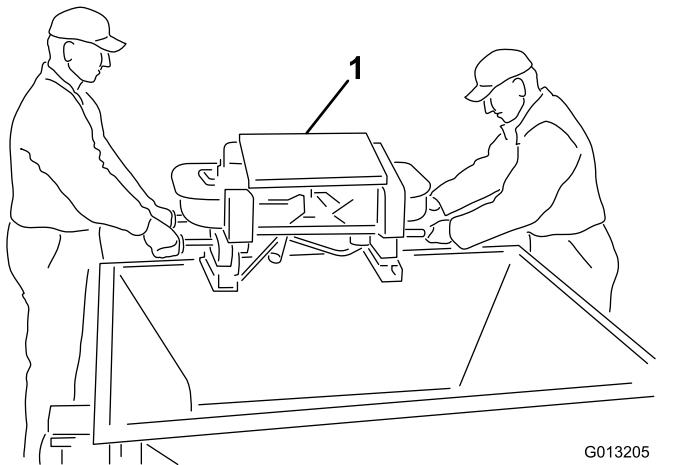

Рисунок 5
- Извлеките двухдисковый разбрасыватель из загрузочного бункера с помощью внешних поручней разбрасывателя и положите блок двухдискового разбрасывателя на землю (Рисунок 5).